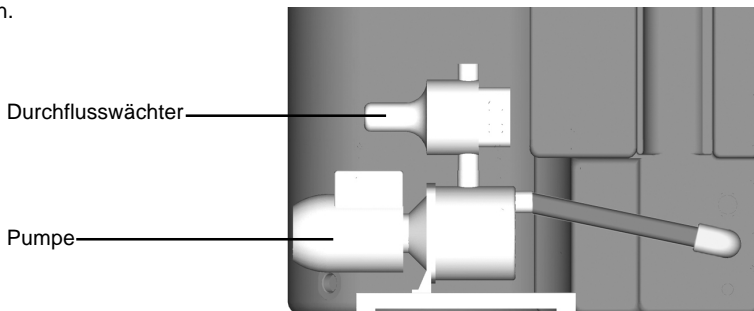

Bild 6
- Positionieren Sie das Hauswasserwerk entsprechend Bild 6 auf der Rückseite des Schlaufenreaktors und verbinden Sie den Sauganschluss des Klarwasserbehälter und das Hauswasserwerk dicht und fest mit dem Schlauchstück und den beiden Schlauchschellen.